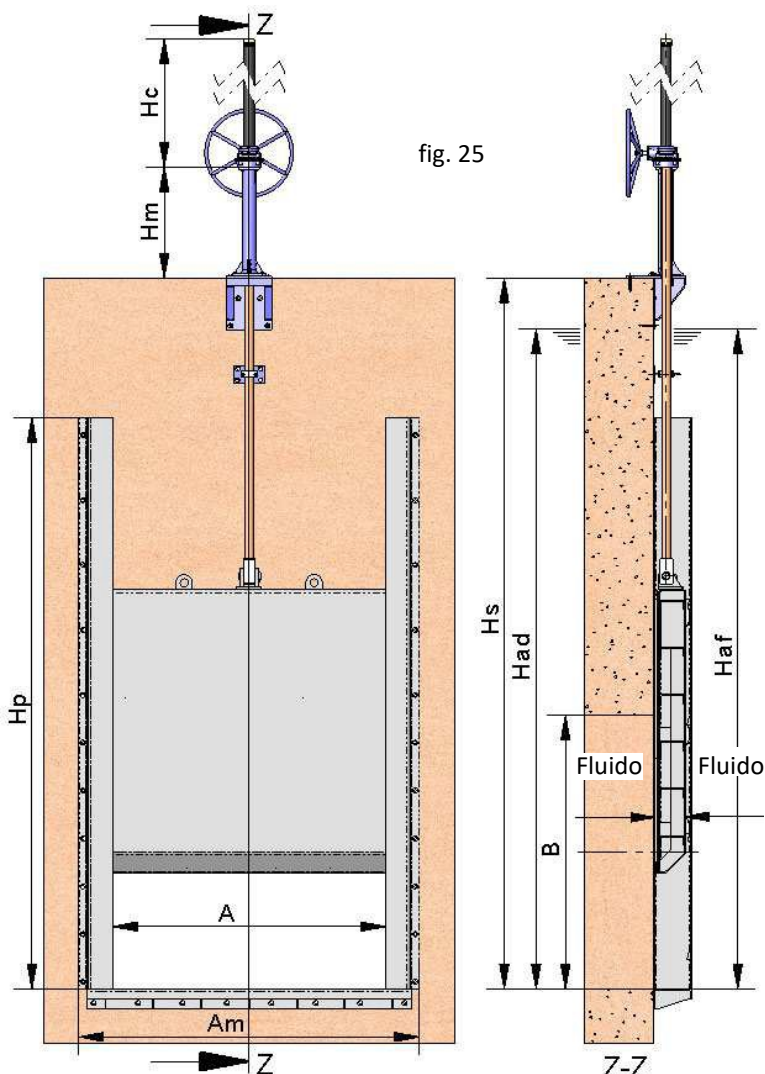

fig. 25
Como referência às variáveis de largura e altura utilizamos as cotas A e B e o modo de designação é A x B (Largura x Altura). As dimensões vão desde 500 x 500 até 5000 x 5000 (dimensões superiores a pedido). Estas comportas podem ser quadradas ou rectangulares, pelo que a largura (A) e a altura (B) não têm de ser iguais. A seguir é descrita cada cota da fig. 25: